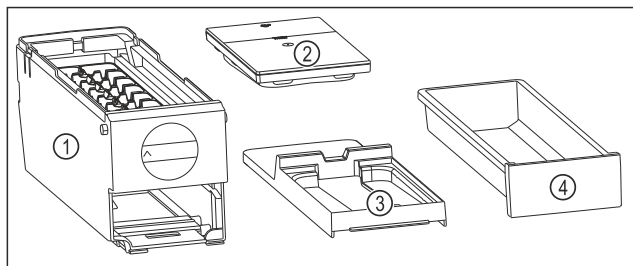

Fig. 93 Części dla EasyTwist-Ice
- ▷ EasyTwist-Ice jest rozłożony na cztery części. (patrz Fig. 93)
- ▶ Należy demontować EasyTwist-Ice wyłącznie na przedstawione części. (patrz Fig. 93)
- ▶ Czyścić korpus EasyTwist-Ice Fig. 93 (1) w całości.